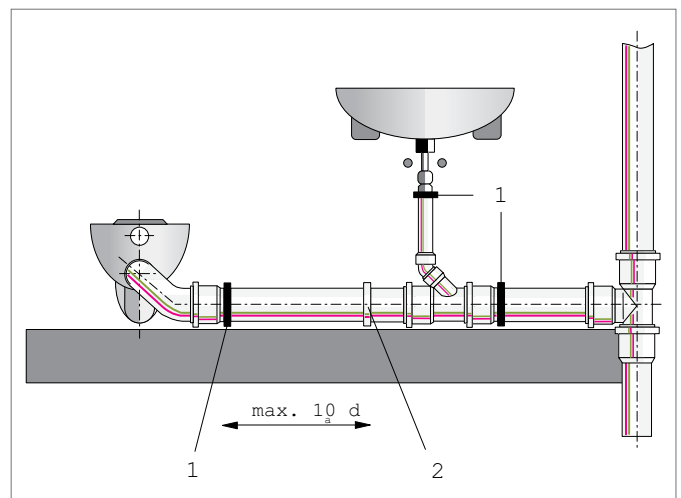

Fig. 8-5 Installatieschema voor horizontale leidingen
Een klassiek bevestigingsschema voor een horizontale RAUPIANO PLUS leiding met geluidsisolatie, is grafisch voorgesteld (zie Afb. 8-5).
- De afstand tussen de vaste beugel en de doorvoerbeugels moet kleiner zijn dan tienmaal de buitendiameter van de buis d_a (zie Afb. 8-5): afstand $\leq 10 \times d_a$.